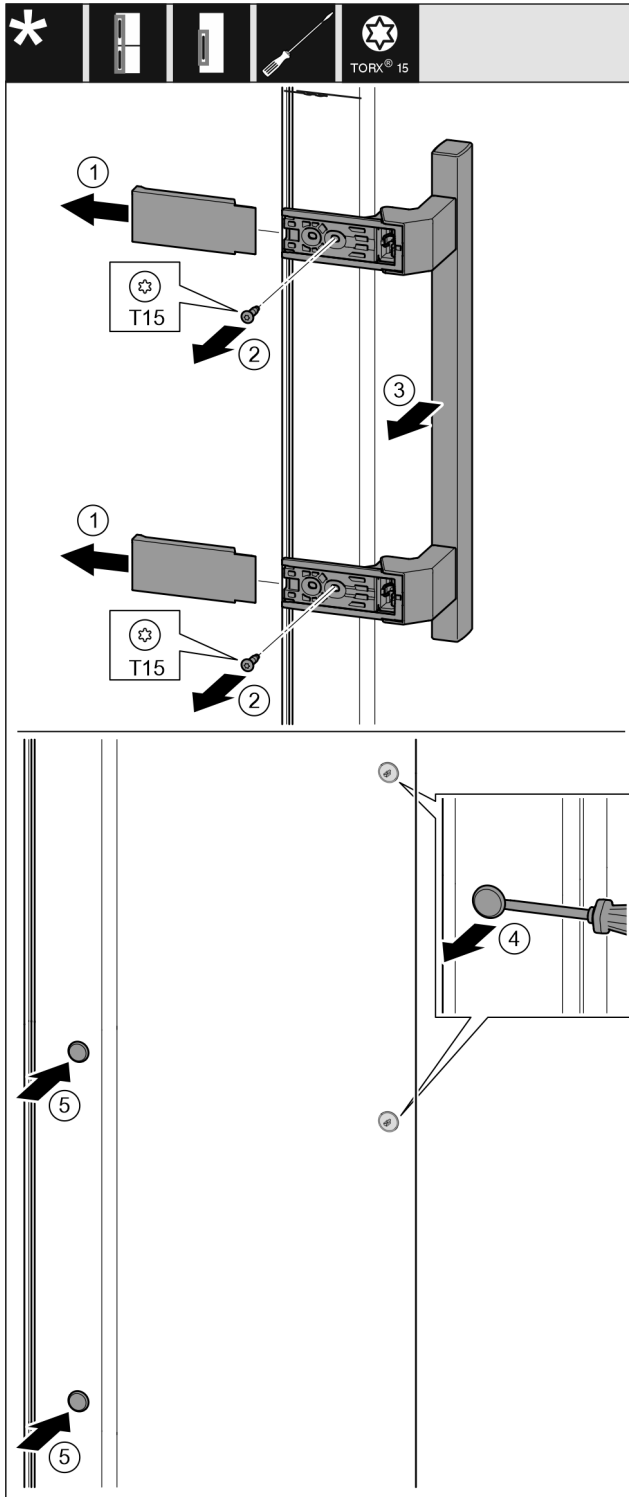

Fig. 13
- ▶ Hiqni kapakun mbulues. Fig. 13 (1)
- ▶ Nxirrni jashtë vidat me një kaçavidë T15. Fig. 13 (2)
- ▶ Hiqni dorezën. Fig. 13 (3)
- ▶ Ngrini lart me kujdes tapat anësore me një kaçavidë me kokë petë dhe nxirrni jashtë. Fig. 13 (4)
- ▶ Vendosni sërish tapat në anën tjetër. Fig. 13 (5)